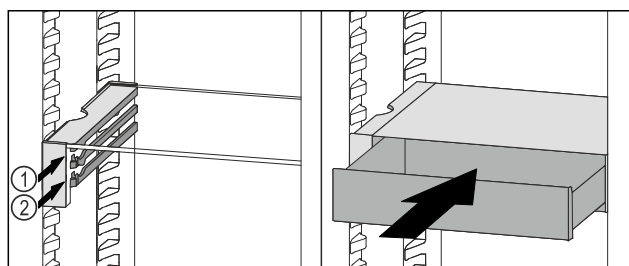

Fig. 90
- Założyć szufladę VarioSafe za stoperami na wybranych żebrowaniach Fig. 90 (1) lub Fig. 90 (2).